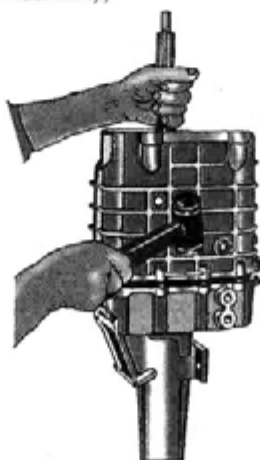

Рис. 5.24. Установка переднего картера
• удерживая постоянно первичный вал в крайнем верхнем положении (вытягивая его вверх), напрессовать передний картер на шариковые подшипники первичного вала и блока шестерен, совместив установочные втулки-штыри на переднем картере с соответствующими отверстиями в заднем картере коробки передач (рис. 5.24) (эту операцию целесообразно проводить вдвоем);